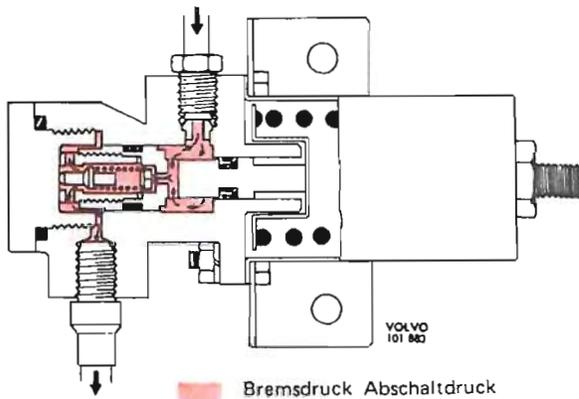

Abb. 46 Ansetzung
Bei einem durch das Auflassen des Bremspedals ausgelösten Druckabfall im Zylinderraum (6) wird der Kolben (21) nach rechts (im Sinne der Abbildung) gegen die Feder (10) verschoben. Nachdem der Druck auf der rechten Seite des Ventils (4) soweit abgesunken ist, daß der hydraulische Gegendruck auf der linken Seite das Ventil öffnen kann, wird die Verbindung zwischen den beiden separierten Zylindern wieder hergestellt. Je nach Druckabbau, drückt die Feder (10) den Kolben nach links in Ausgangslage zurück, wo das Ventil mechanisch offengehalten wird, vgl. Abb. 46. Das Ausgleichventil (17) ist mit Drosselkanälen versehen, die eine gleichmäßigere Durchströmung des Ventils bewirken.